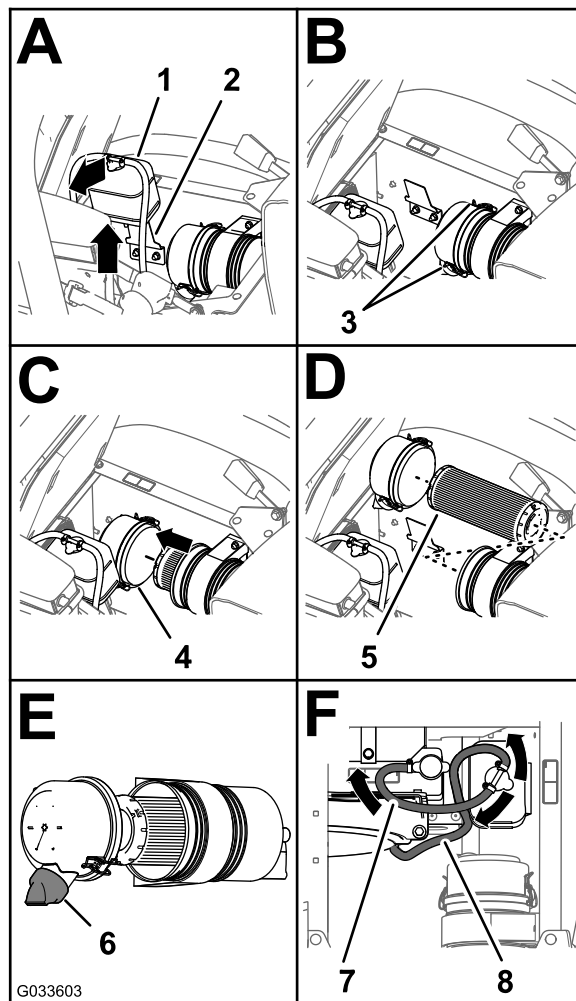

Figura 68
- Sollevate il serbatoio di troppopieno del refrigerante ed estraetelo dalla staffa di supporto del serbatoio (Figura 68).
- Allentate i 2 fermi che fissano il coperchietto antipolvere al corpo del filtro dell'aria (Figura 68).
- Pulite l'interno del coperchietto antipolvere, corpo del filtro dell'aria e valvola antipolvere con un panno umido (Figura 67 e Figura 68).
- Inserite l'elemento del filtro dell'aria nel corpo del filtro dell'aria (Figura 68).
8. Montate il coperchio sul corpo del filtro dell'aria e fissatelo con i 2 fermi (Figura 68).
Nota: Assicuratevi che la valvola antipolvere sia allineata tra le posizioni a ore 5 e ore 7 vista dall'estremità (Figura 68).
9. Allineate il serbatoio di troppopieno del refrigerante alla staffa di supporto del serbatoio e posizionate saldamente (Figura 68).